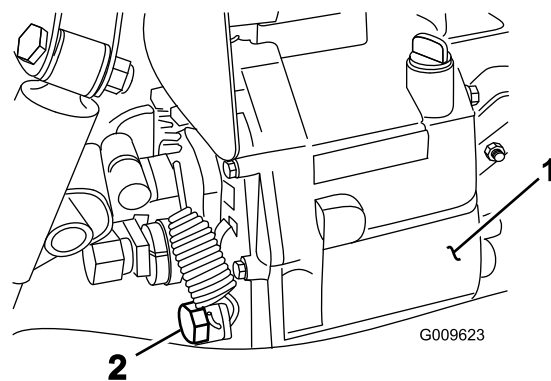

Figura 70
4. Retire el tapón de vaciado del lado del depósito y deje que se drene el fluido hidráulico en el recipiente (Figura 70).